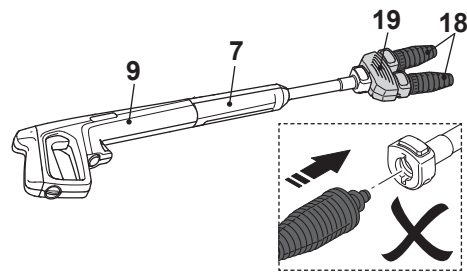

Fig. 7
1. Conecte a lança de extensão (7) na pistola pulverizadora (9) (Fig. 7).
2. Conecte o adaptador do bico rotativo (19) na lança de extensão.
3. Conecte os dois bicos giratórios (18) no adaptador do bico rotativo.